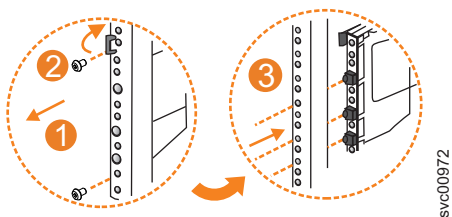

Abbildung 132. Schienenbaugruppe von vorderer Rahmenhalterung entfernen
1. Entfernen Sie die beiden Schrauben, mit denen der äußere Teil der Schiene an der vorderen Halterung angebracht ist (siehe Abb. 132).
2. Entfernen Sie den Schienenteil, indem Sie ihn von der vorderen Halterung weg ziehen (siehe Abb. 132).